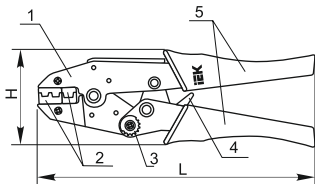

Рисунок 1
4.1 Клещи КО-01, КО-02, КО-05Е, КО-06Е, КО-07Е, КО-09, КО-10 (рисунок 1).